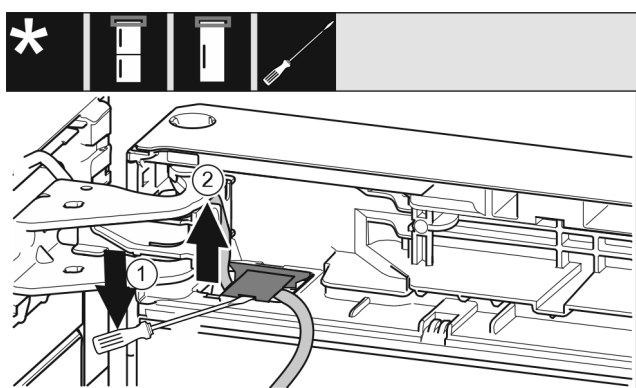

Fig. 21
- ▶ Paceliet ar plakano skrūvgriezi pārsegu un izvelciet. Fig. 21 (1)
- ▶ Izvelciet kabeli. Fig. 21 (2)